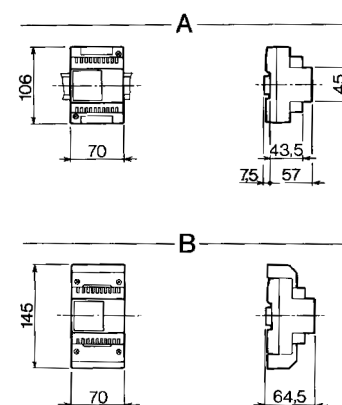

Fig. 18
- Dimensioni: modulo da 4 unità per guida DIN (fig. 18).